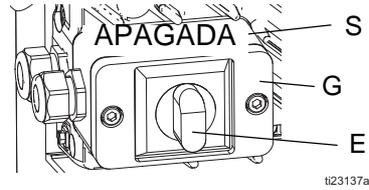

FIG. 3: Interruptor de alimentación
- Acerque el cable a la unidad y quite dos tornillos para separar la tapa de la caja de conexiones (G) y el interruptor de potencia (E) del pulverizador. Consulte FIG. 3.
5. Tire de la perilla de ajuste de la presión (H) y gírela en sentido antihorario hasta que se detenga. Pulse el botón para bloquearlo.
6. Apague (posición OFF) el interruptor de encendido (E). Conecte la unidad a una fuente de alimentación. Vea FIG. 3, página 6.